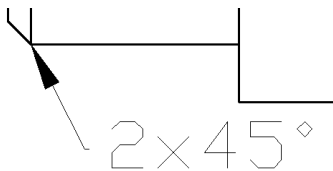

图 10-30 标注结果
- 18** 单击【标注】工具栏中的，配合【最近点捕捉】功能标注引线尺寸，结果如图 10-30 所示。